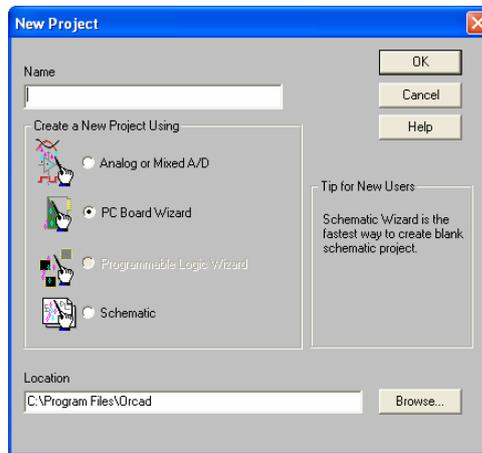

Figura 2. Criando um novo projeto.
- Aparecerá uma janela (Figura 2) onde devemos escolher uma pasta para gravar o projeto e colocar um nome ao projeto. Selecionar “*Analog or mixed A/D*” que corresponde à criação de projetos a serem simulados por **PSPICE**. Depois selecionar “*Create a blank project*”.